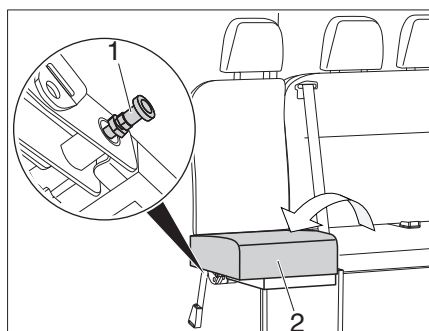

Figura 45 Desplegar la superficie del asiento
- Desplegar la superficie de asiento (Figura 45,2) y asegurar con el bloqueo (Figura 45,1).